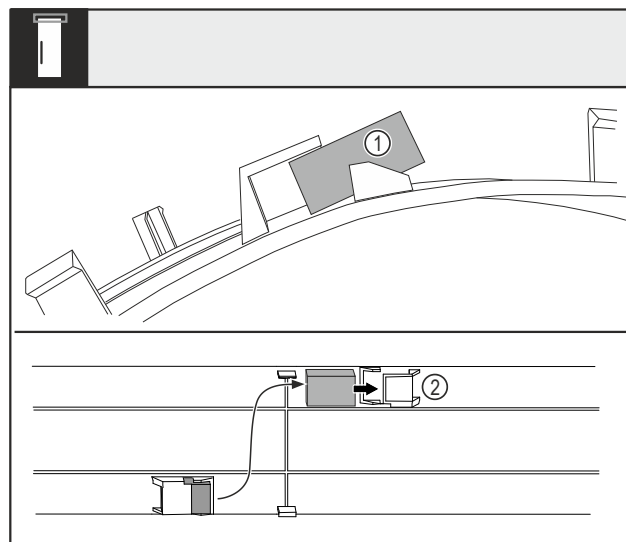

Fig. 15
- Piegarla la copertura ed estrarre il magnete della porta Fig. 15 (1) dal nido.
- Infilare il magnete della porta nell'altro nido Fig. 15 (2).